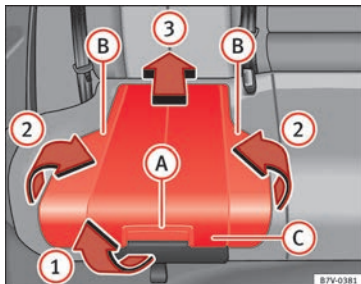

Fig. 92 Asiento integrado para niños: levantar el cojín.
- Tire del cojín hacia adelante por la palanca de desbloqueo »» **fig. 92 A** en la dirección de la flecha »» **fig. 92 1**.
- Pliegue hacia arriba ambos lados »» **fig. 92 B**, en el sentido de la flecha »» **fig. 92 2**.
- Empuje hacia atrás el cojín »» **fig. 92 C** en la dirección de la flecha »» **fig. 92 3** hasta que se encastre.